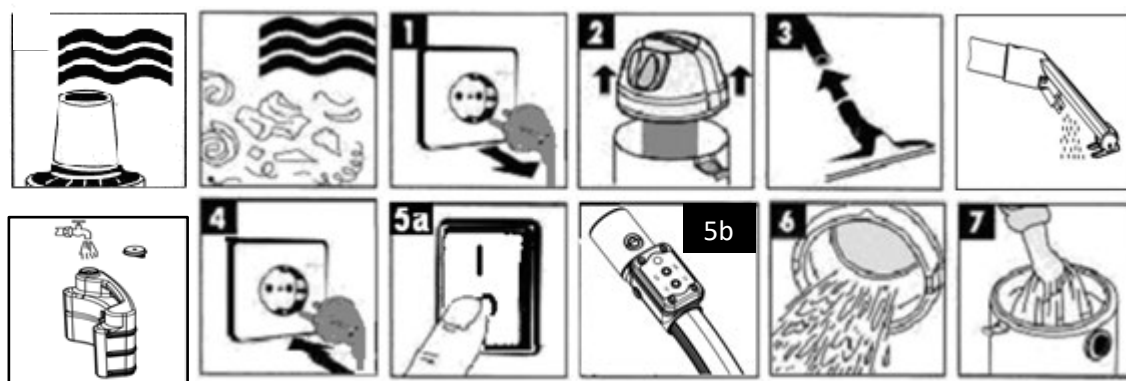

Рис. 8
6.2. Влажная уборка пылесосом (Рис.8).